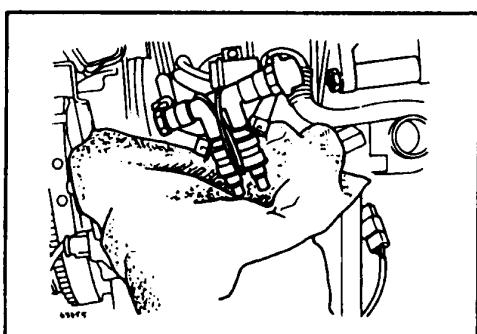

Рис. 24 Проверка утечек.
- Снимите топливную шину и проволокой укрепите на ней форсунки (рис. 24).